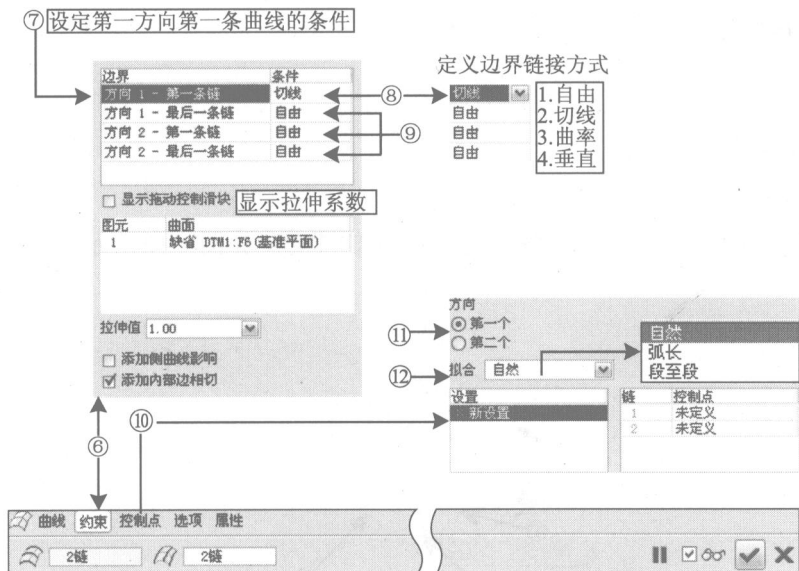
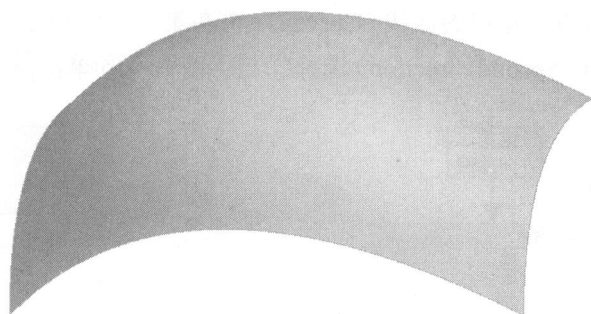

图 1-10 边界混合 (Boundary Blend) - 设定曲线拟合方式
图 1-11 完成边界曲面
接着, 单击⑥约束 (Constraints) 选项, 然后会出现一个曲线定义条件的对话框, 在窗口定义区域的边界 (Boundary) 内, 继续定义前述各曲线的属性→将⑦“方向 1-第一条链 (Direcion 1-First chain) 的条件 (Condition)”→设为⑧切线 (Tangent)→⑨其余的设为自由 (Free); 接着⑩单击选择下方工具栏右侧的控制点 (Control point) 选项进行控制点的定义→⑪此控制点旨在设定曲线拟合的方式→⑫提供有自然 (使用一般常数值来控制)、弧长, 以及段至段 3 种模式, 选择自然, 如图 1-10 所示; 最后单击 ☒ 确定, 即可完成如图 1-11 的结果。